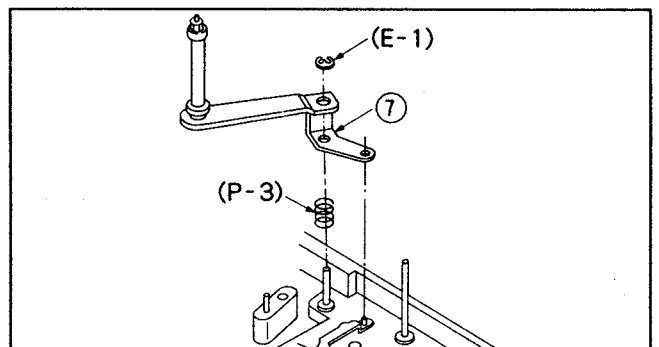

Fig. M5
- 6) Remove T-5 arm unit. See Fig M5